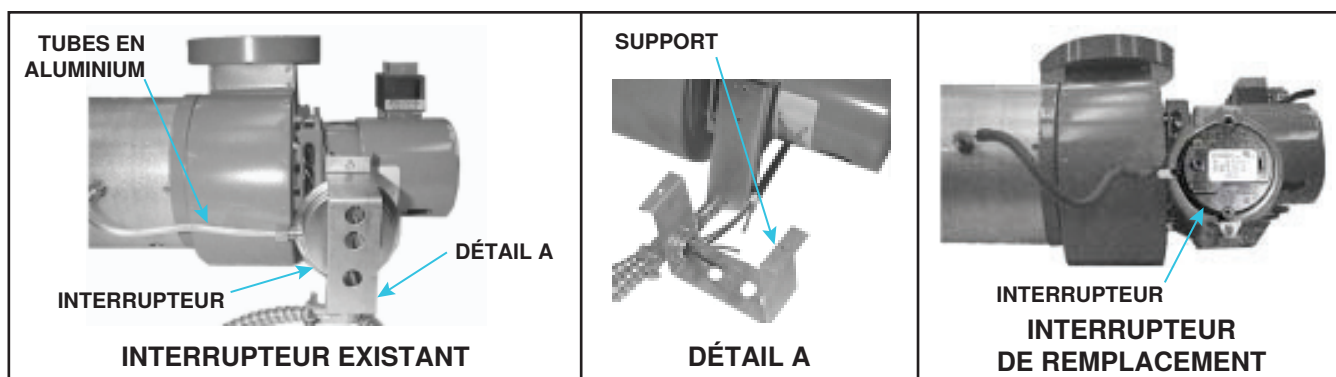

Figure 33. Ensemble de pressostat (Modèle (H)EEDU)
2. Repérez et retirez le pressostat existant (voir Figure 33) sur l'ensemble de l'aérateur situé à l'arrière supérieur du réchauffeur :
4. Installer le pressostat de remplacement (voir **Figure 33**) :